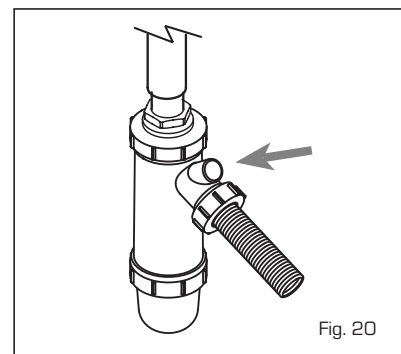

Fig. 20
4.5 MANUTENÇÃO (fig. 20)
Durante as operações de manutenção é necessário que o pessoal técnico autorizado controle se o recipiente de recolha com sifão está cheio de água [esta verificação é especialmente necessária quando o gerador fica parado por muito tempo]. Esse enchimento é efectuado através do respectivo tampão (fig. 20).